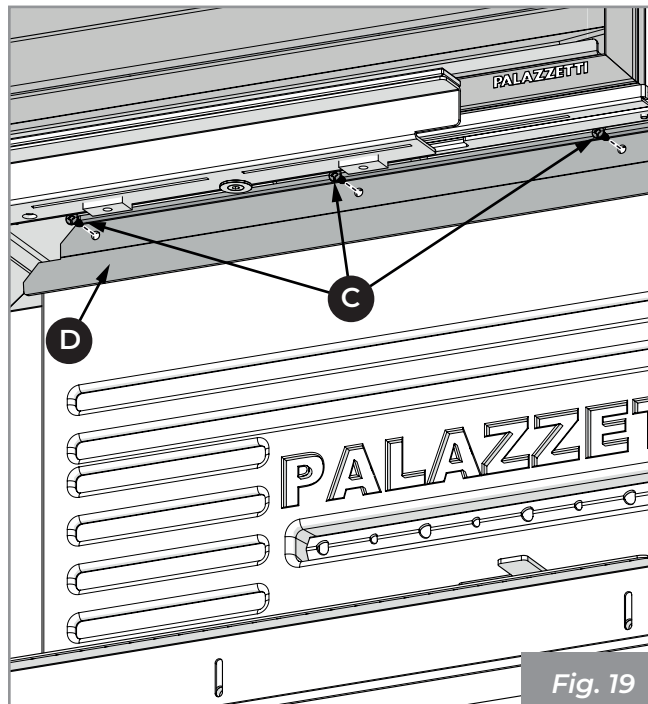

Fig. 19
- 4) Desatornillar los tornillos (C) y remover el estribo de bloqueo de los refractarios (D) (Fig. 19).